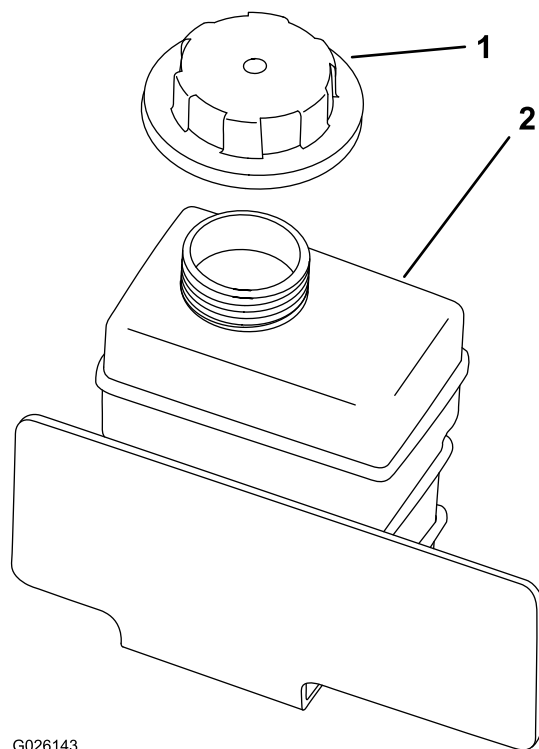

Figura 53
4. Retire o tampão do depósito secundário (Figura 53).
8. Encha lentamente o depósito de reserva de líquido de arrefecimento até que o nível atinja a parte inferior do tubo de enchimento (Figura 53).
9. Coloque o tampão do depósito secundário (Figura 53).